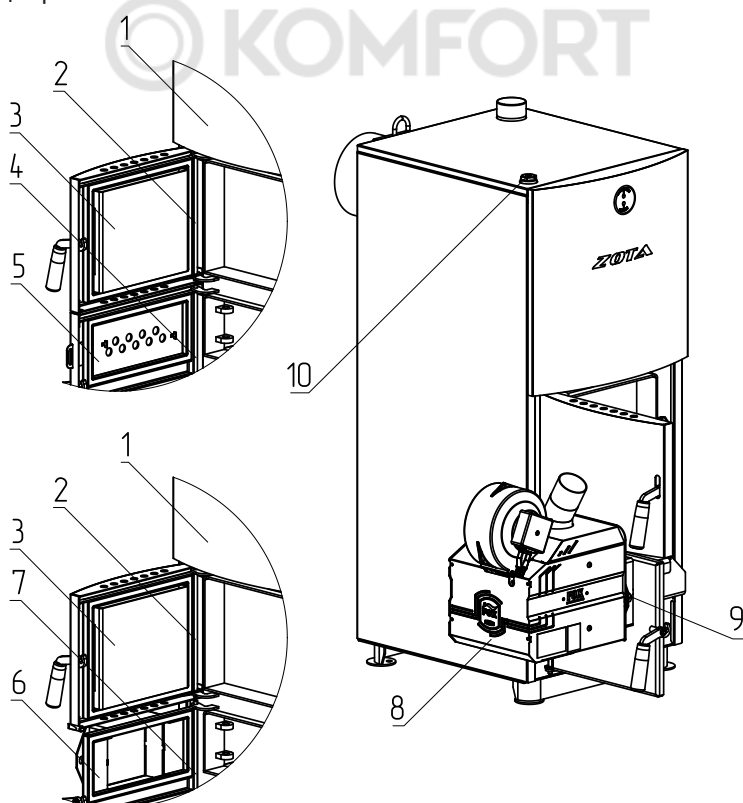
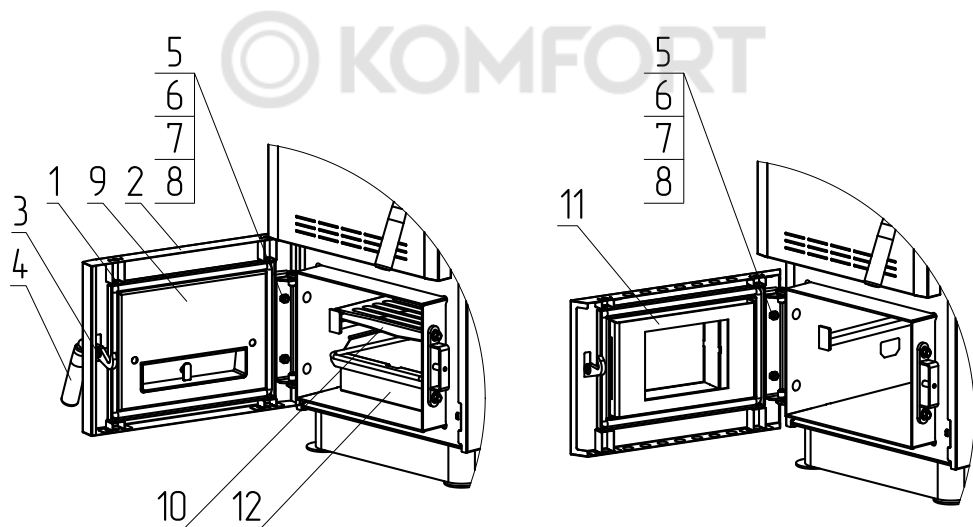

Рис. 9 Порядок установки двери на твердотопливные котлы ZOTA Mix 40 и ZOTA Mix 50
Рис. 12 Порядок установки адаптера на твердотопливные котлы ZOTA Тополь-М 42, 60
- Снимите панель (Рис.9, поз.1), извлеките ось (Рис.9, поз.2) и снимите дверцу загрузочную (Рис.9, поз.3).
- Затем извлеките ось дверцы зольной (Рис.9, поз.4) и снимите зольную дверцу (Рис.9, поз.5).
- Далее установите адаптер горелки (Рис.9, поз.6) и зафиксируйте его осью (Рис.9, поз.7).
- Установите дверцу загрузочную (Рис.12, поз.3), установите ось загрузочной дверцы (Рис.9, поз.2) и установите на место панель (Рис.9, поз.1).
- Установите горелку (Рис.9, поз.8) на котел и зафиксируйте ее гайками (Рис. 9, поз. 9).
- Для установки гильзы под датчики температуры и перегрева снимите пробку или тягорегулятор (если установлен) и установите гильзу (Рис.9, поз.10) в освободившееся отверстие.
- Открутите 4 самореза (Рис.12, поз.1), откиньте обшивку дверцы (Рис.12, поз.2), снимите стопорную шайбу ручки (Рис.12, поз.3), снимите обшивку дверцы (Рис.12, поз.4) и ручку (Рис.12, поз.4), открутите гайки (Рис.12, поз.5), извлеките болты (Рис.12, поз.6), шайбы (Рис.12, поз.7, 8) и снимите дверцу шуровочную (Рис.12, поз.9).
- Извлеките колосники (Рис.12, поз.10) и зольный ящик (Рис.12, поз.12).
- Далее установите адаптер горелки (Рис.12, поз.11) в обратном порядке.